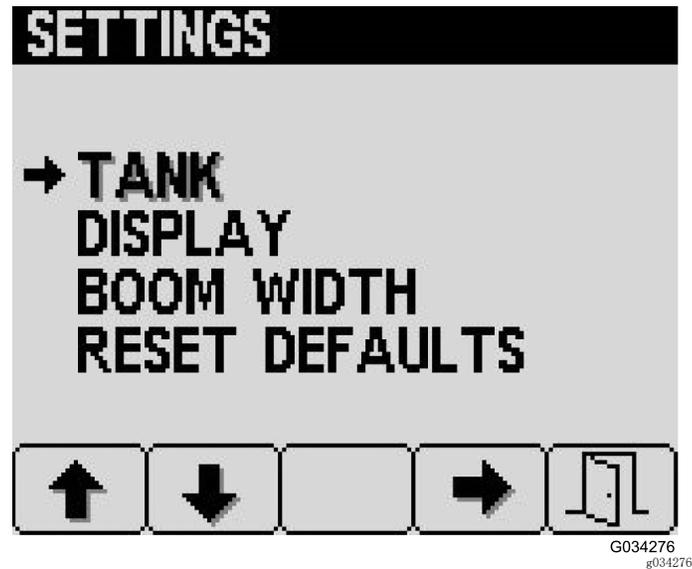

图25
1. 从 Settings (设置) 屏幕, 按下 2 号按钮导览至 Tank (药缸) 选项, 然后按 4 号按钮 Tank (药缸) (图25)。